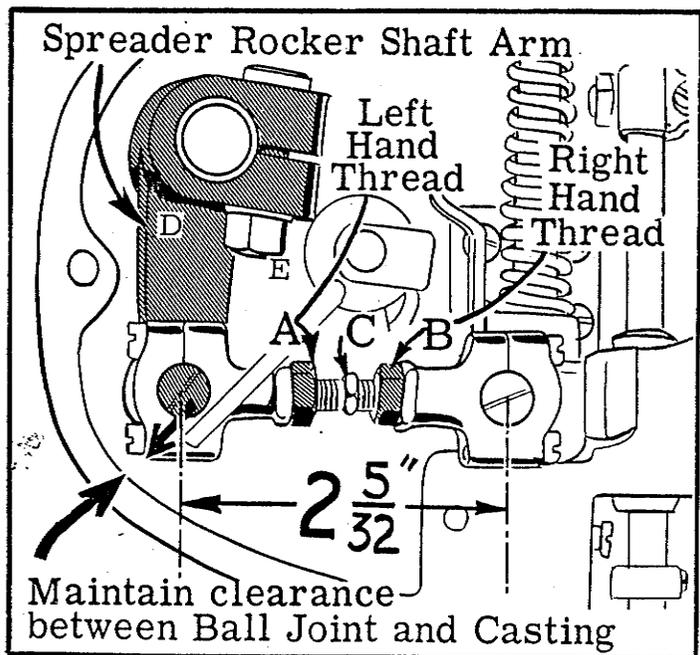

Fig. 37
Fig. 37 Hasta aquí los ajustes y procedimientos de las máquinas anteriores Clase 52800 y nuevas de la Clase 57800 han sido bastante iguales. Sin embargo algunos de los mecanismos para el recubridor han sido cambiados de manera que los procedimientos de ajuste están previstos para cada uno. Es aconsejable sacar el pie prensatelas ahora para los ajustes siguientes. La primera comprobación en el ajuste del recubridor de la 52800 es la distancia entre los centros de las bolitas dentro de las bielas de la varilla de conexión del recubridor. Esta medida deberá ser de $2\frac{5}{32}$ " de pulgada (54.77 mm.) El ajuste es realizado aflojando las tuercas de fijación (A y B) girando la varilla de conexión (C) según sea requerido.
Fig. 37 (Cont.) La separación entre la biela de la varilla de conexión y el casco de la máquina debe ser mantenida. Para obtener la suficiente separación, afloje la tuerca (E) y gire el brazo oscilador eje (D) según sea necesario. Apriete de nuevo la tuerca (E).